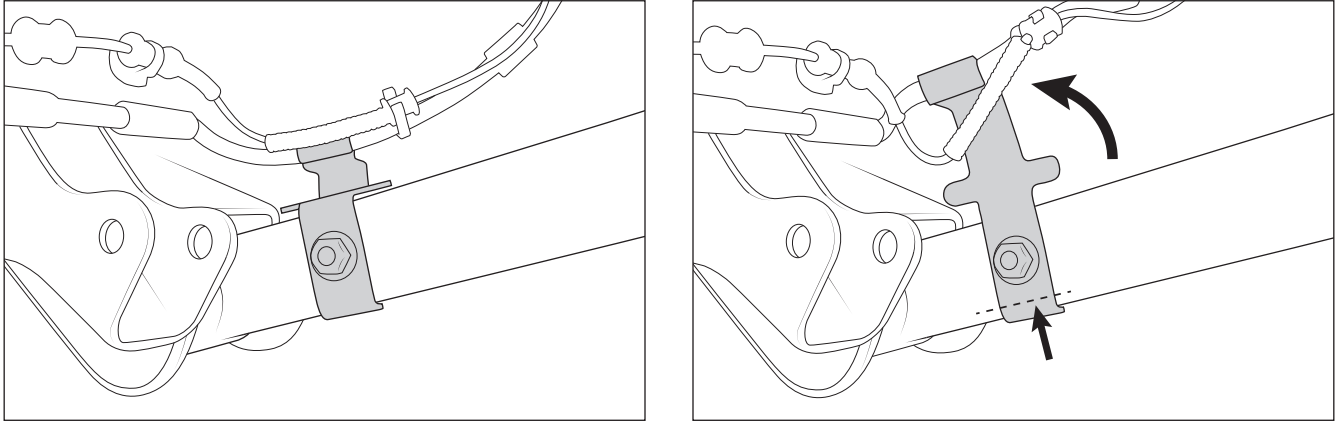

Abbildung 15
7. Biege die Bremsleitungshalterungen an den unteren Längslenkern flach nach oben, um eine zusätzliche Bewegungsfreiheit herzustellen. (Abb. 15).